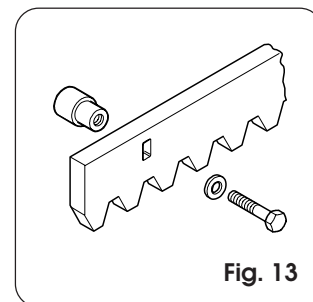

Fig. 13
4.8.1. Stalen tandheugel - lassen (fig. 13)